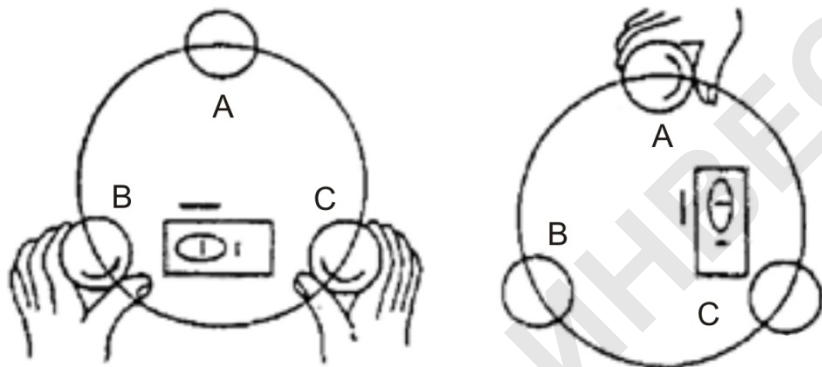

Рис. 7. Горизонтирование теодолита
1. Поверните алидаду так, что бы цилиндрический уровень оказался расположен параллельно воображаемой линии, соединяющей подъемные винты В и С (любые два винта). Затем, с помощью этих винтов приведите пузырек цилиндрического уровня в нуль-пункт (см. рис. 7).